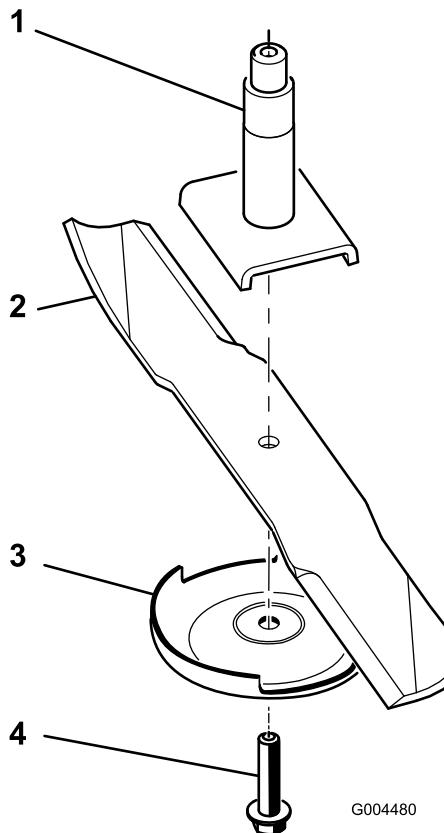

Figure 73
2. Enlevez le boulon, la plaque anti-scalp et la lame de l'axe de pivot (Figure 73).
Remarque: Si la lame reste horizontale, elle est équilibrée et peut être utilisée. Si la lame est déséquilibrée, limez un peu l'extrémité de la partie relevée seulement (Figure 73). Répétez la procédure jusqu'à ce que la lame soit équilibrée.
- Placez la lame sur l'axe (Figure 73).
- Montez la plaque anti-scalp et le boulon de lame (Figure 73).